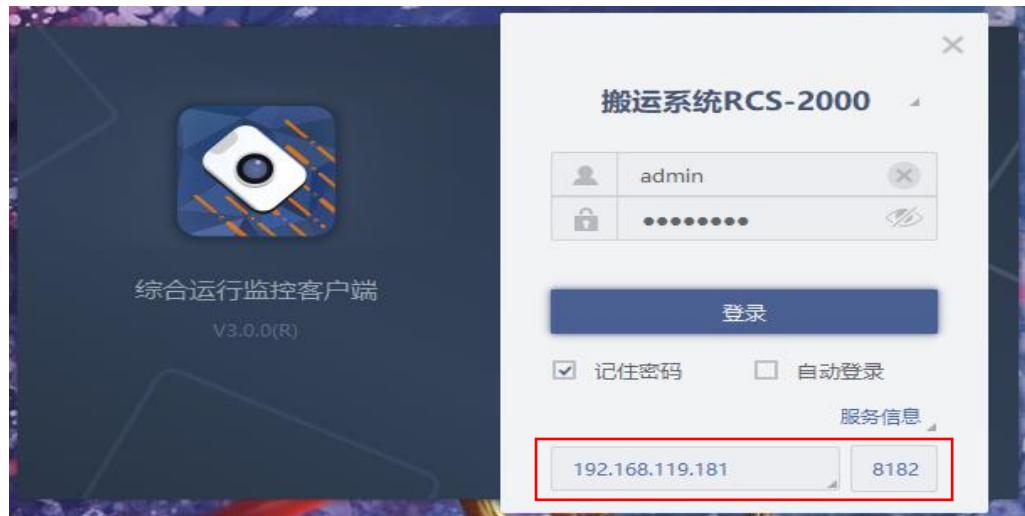

图 7.1.1
(2) 打开安装的监控客户端 (如图 2), 用户名“admin”, 密码“Hik@1234”, IP 地址为 rcs-web 的 IP 地址, 如图 7.1.1 所示;